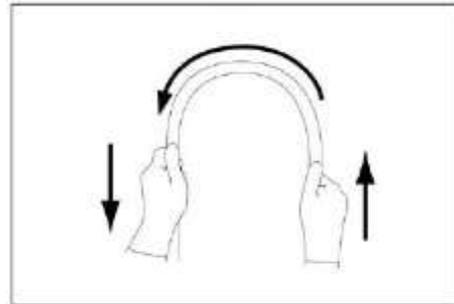

Fig. 3.2
6. Com as duas mãos, curve o tubo de inserção do Endoscópio em um semicírculo. Em seguida, movendo suas mãos conforme mostrado nas setas, confirme se todo o tubo de inserção pode ser curvado uniformemente para formar um semicírculo, e se o tubo de inserção está suficientemente flexível (Fig. 3.2).